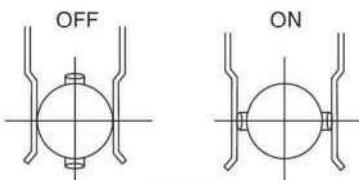

図5.2.3
- ⑫インタミッテントギアの段数は通常は3段ですが、バルブのストロークが大きい場合には4段に組み込まれます。
- ロータの接点は、図5.2.3のように水平でON、垂直でOFFとなります。